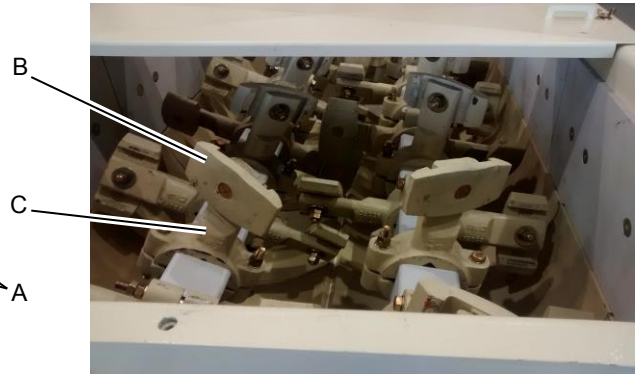

Fig. 4: Brazos y paletas del mezclador /
- Pour remplacer les bras et les pales, dévissez les boulons et retirez la pale (Fig. 4 - dét. B) puis le bras, (dét. C). Il peut être nécessaire de remplacer les boulons des pales. Pour régler le malaxeur, voir point **01.05.09 - Malaxeur - réglage du malaxeur**.